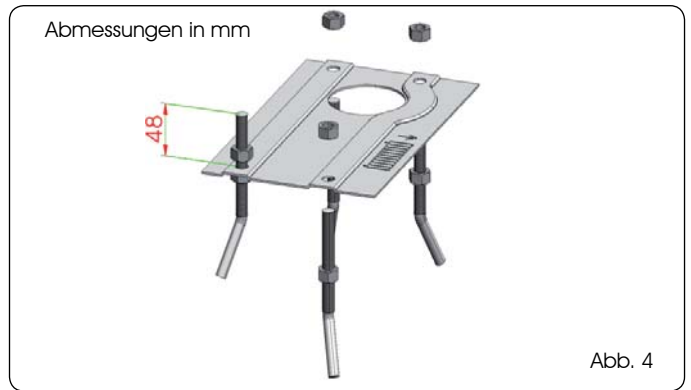

Abb. 4
1. Die Grundplatte gemäß Abb. 4 zusammenbauen.